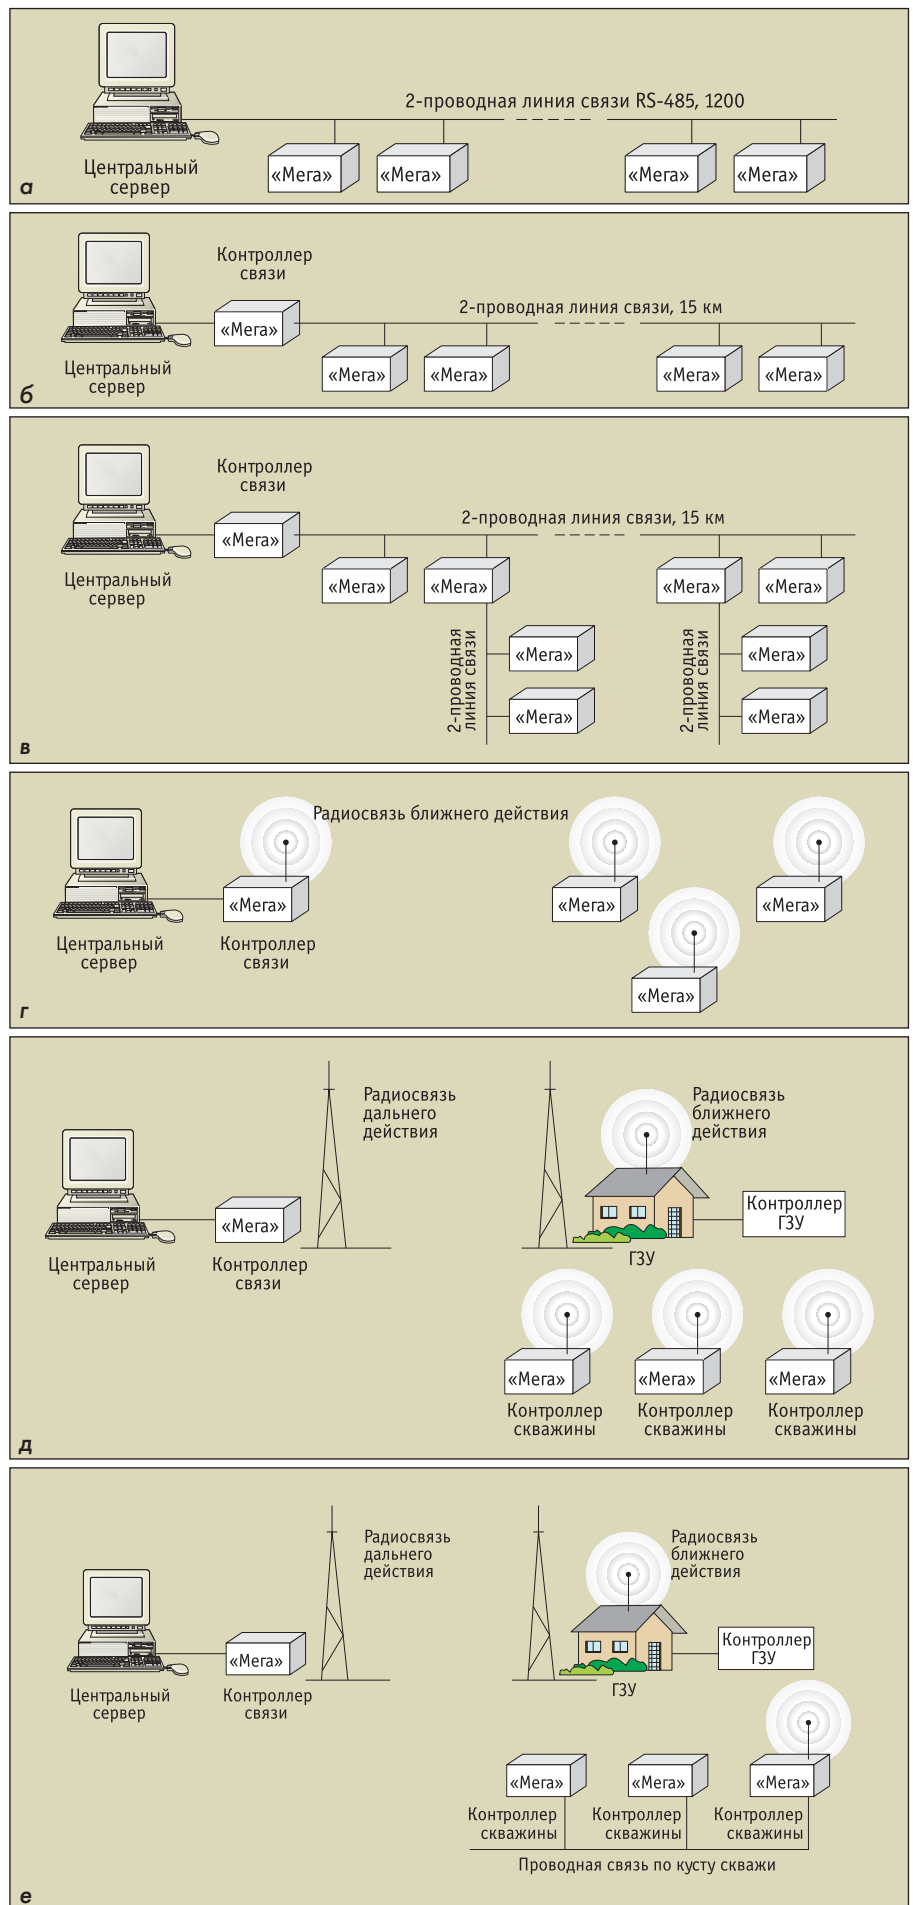

Рис. 6. Конфигурации сетей на базе протокола РТМ-64 при использовании различных каналов связи
1. Обустройство цеха (рис. 6а). Контроллеры монтируются рядом с датчиками. Все контроллеры соединены одним двухпроводным кабелем типа «витая пара». Передача данных в линии осуществляется асинхронно, в соответствии со стандартом EIA RS-485.
2. Система проводной телемеханики на большие расстояния (рис. 6б). Для связи используется двухпроводная линия и синхронный пакетный протокол связи. Напряжения в линии более высокие, чем допускается стандартом EIA RS-485.
3. Система проводной телемеханики на большие расстояния, древовидная архитектура (рис. 6в). То же самое, что и в п. 2, но используются возможности ретрансляции контроллеров.
4. Обустройство цеха с применением радиосвязи ближнего действия (рис. 6г).
5. Обустройство цеха с применением радиосвязи ближнего и дальнего действия (рис. 6д).
6. Обустройство цеха с применением радиосвязи ближнего и дальнего действия, а также проводной связи в пределах куста скважин (рис. 6е).